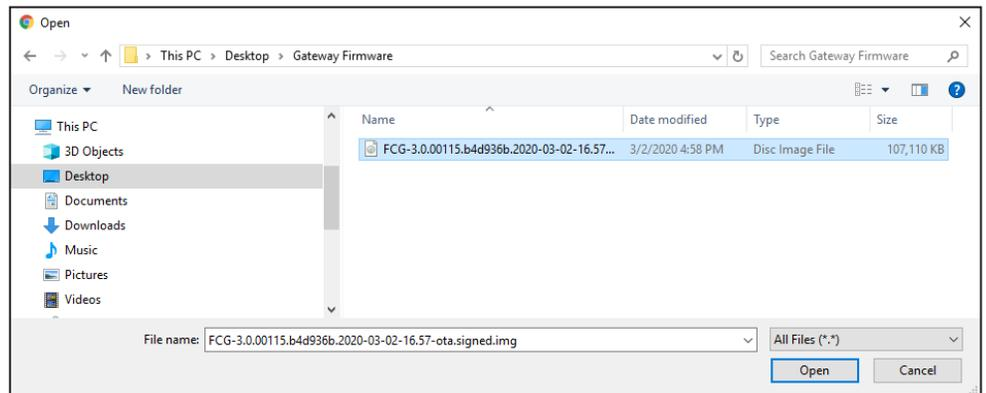

Figura 27. Caixa de diálogo de carregamento de firmware.
PASSO 3. Uma caixa de diálogo do Windows é apresentada. Ver Figura 27. Localize o arquivo de firmware e selecione-o. Clique no botão **Open**.